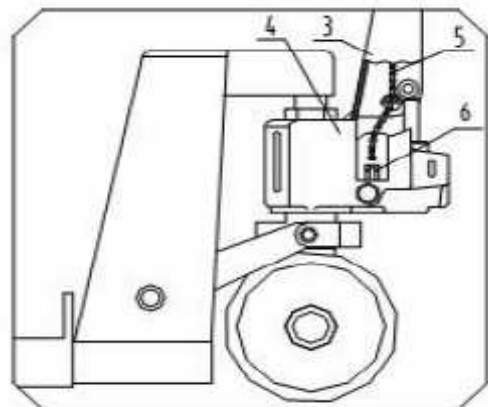

Abb. 2
2.1.3 Drehen Sie Spannhülse 2 so, dass die Halteachse der Spannhülse senkrecht steht. Führen Sie Kette 5 der Deichsel wie in Abbildung 2 gezeigt über die mittlere Halterung der Spannhülse 2.
2.1.4 Setzen Sie die Schraubenmutter am Ende der Kette 5 wie in Abb. 2 und 5 gezeigt in die Rille am Hebelblech 6 ein.